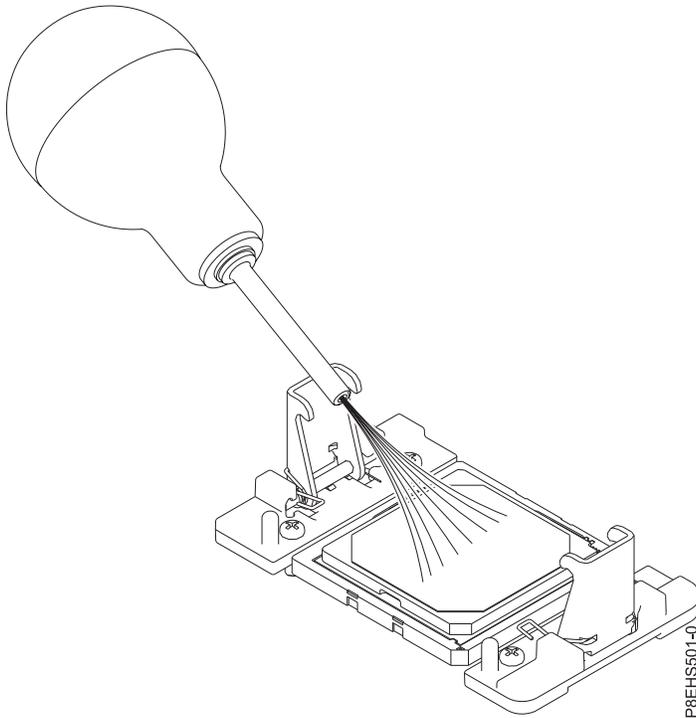

Figure 125. Retrait de la poussière et des particules présentes sur le module processeur système
10. Retirez la poussière et les particules présentes sur le module processeur système. Si de la poussière ou des particules sont présentes, utilisez la pompe à air fournie (référence 45D2645) pour nettoyer la zone de module processeur système. Dirigez de petits jets d'air depuis le centre vers les côtés du module processeur système, comme illustré dans la figure 125, à la page 110. Si votre pompe à air (soufflette) n'est pas assemblée comme illustré figure 125, à la page 110, adaptez l'embout sur la poire.